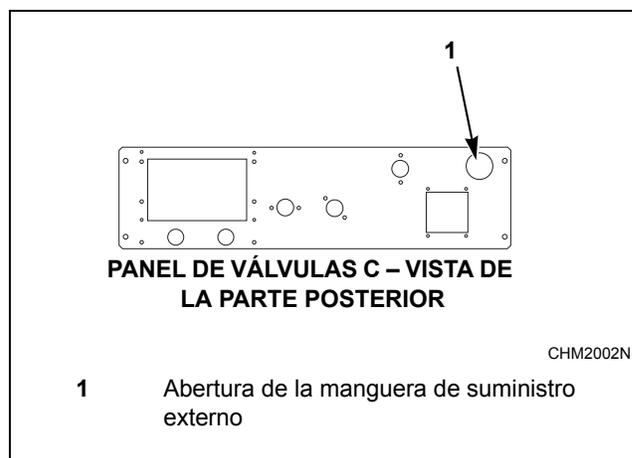

Figura 43
1. En la parte trasera de la máquina, ubique la abertura de 1-1/2 pulgada (38 mm) situada en el lado superior derecho del panel de válvulas. Consulte la *Figura 43*.